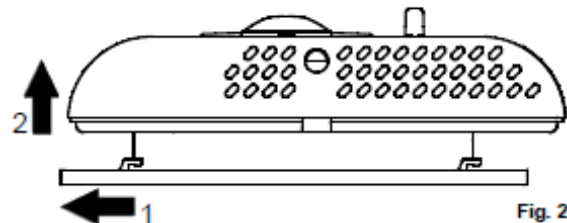

Fig. 2
- 1** Sganciare la piastra attaccata alla base del termostato spingendola verso sinistra e facendo così sganciare i dentini indicati in Fig. 2.